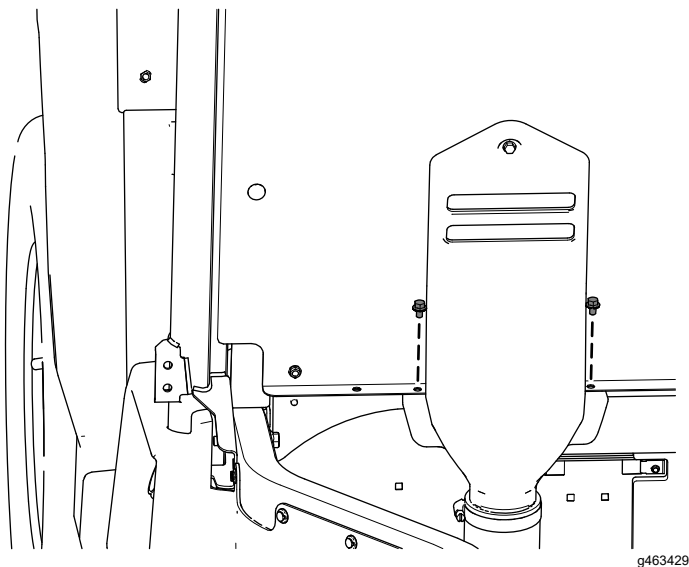

Figura 29
- G. Sujete la parte inferior de la cubierta de admisión de la CVT al panel del asiento usando los 2 pernos con arandela prensada ($\frac{1}{4}'' \times \frac{3}{8}''$) que retiró anteriormente, como se muestra en la Figura 29.